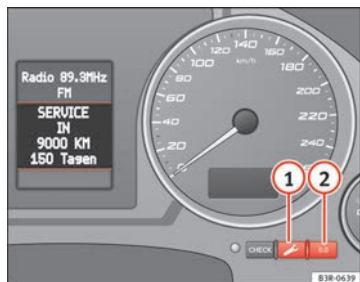

Abb. 53 Ausschnitt aus Kombiinstrument: Service-Intervall-Anzeige
- Bei gedrückter Service-Taste ⇒ Abb. 53 ① die Zündung einschalten. Im Display erscheint eine der beiden Meldungen: **Service in ----- km** bzw. **Service**.
- Rückstelltaste ② so lange drücken, bis die Anzeige **Service in ---- km --- Tagen** bzw. **Service** im Display erscheint.